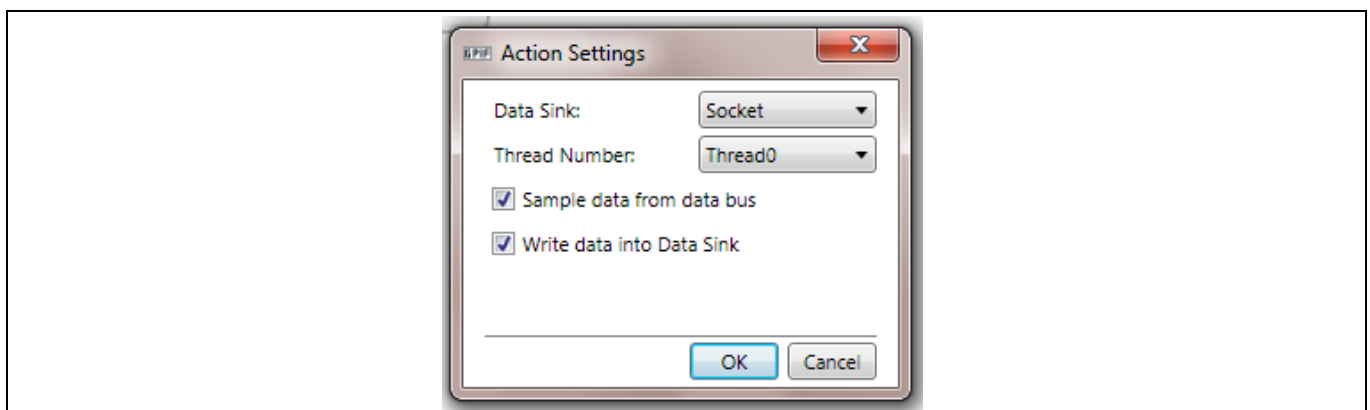

Figure 30 PUSH_DATA_SCK0 アクションの設定
14. Figure 30 に示すように、PUSH_DATA_SCK0 ステートで IN_DATA アクションのプロパティを編集します。